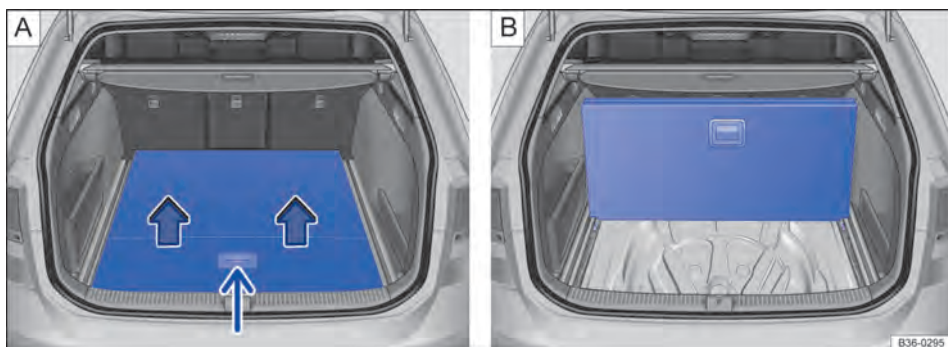

Fig. 144 No compartimento de bagagem: levantar o assoalho do compartimento de bagagem.
- Levantar o assoalho do compartimento de bagagem → Fig. 144  (seta menor) e alinhar, conforme indicado → Fig. 144 .
- Para dobrar o assoalho do compartimento de bagagem, pressionar o assoalho do compartimento de bagagem levantado → Fig. 144  para frente, até que ele fique dobrado.